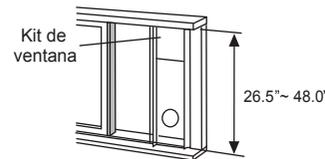

Imagen 14
3. Corte la espuma aislante (adhesiva) en la longitud correcta y adhiérala al tope superior de la ventana (imagen 14).